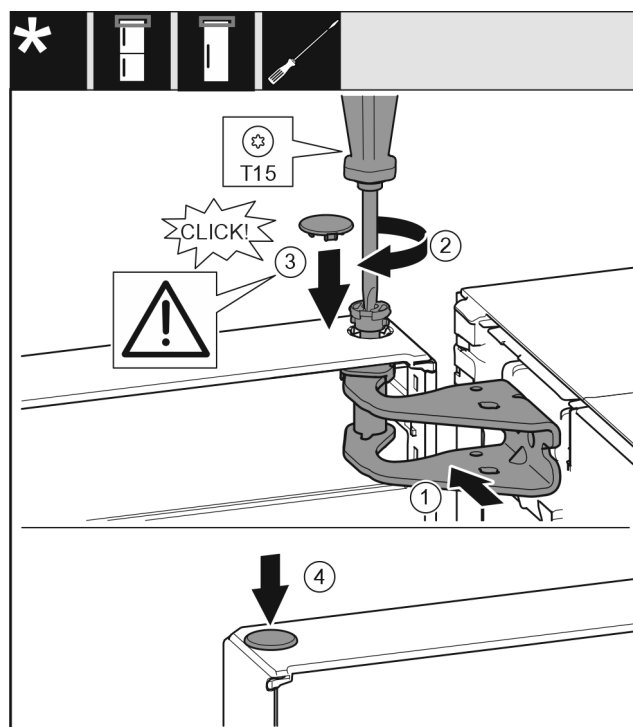

Fig. 21
- ▶ Выровняйте дверь сверху по отверстию в опорном кронштейне Fig. 21 (1).
- ▶ Вставьте палец Fig. 21 (2) и затяните отверткой.
- ▶ Установите крышку Fig. 21 (3).
- ▶ Проследите за тем, чтобы крышка Fig. 21 (3) прилегла к дверям.
- ▶ Установите крышку Fig. 21 (4).